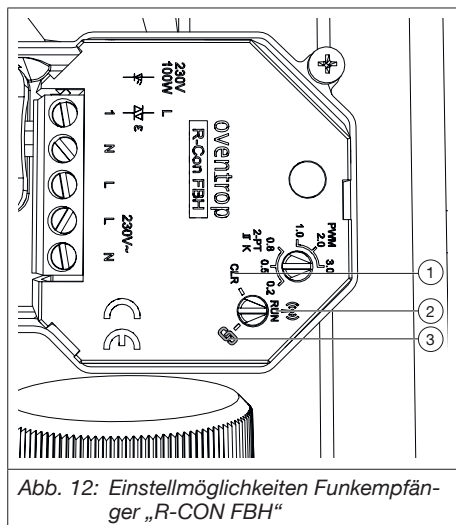

Abb. 12: Einstellmöglichkeiten Funkempfänger „R-CON FBH“
1. Stellen Sie den Drehknopf des Funkempfängers des „R-CON FBH“ auf „Verbinden“ (siehe Abb. 12 auf Seite 13 (3)). Die LED fängt an zu blinken.